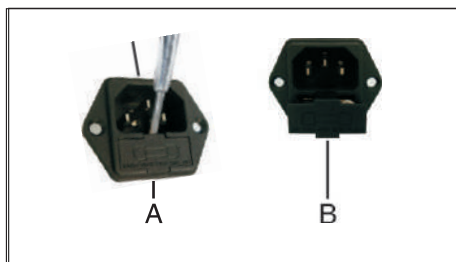

Fig.12
10.1 Inserte la punta plana de un destornillador en el hueco en el compartimento de fusibles debajo de la toma de corriente y úselo como palanca (Fig.12-Ref.A);
10.2 Saque el compartimento de fusibles (Fig.12-Ref.B);
10.4 Vuelva a colocar el compartimento en su lugar (Fig.12-Ref.B).